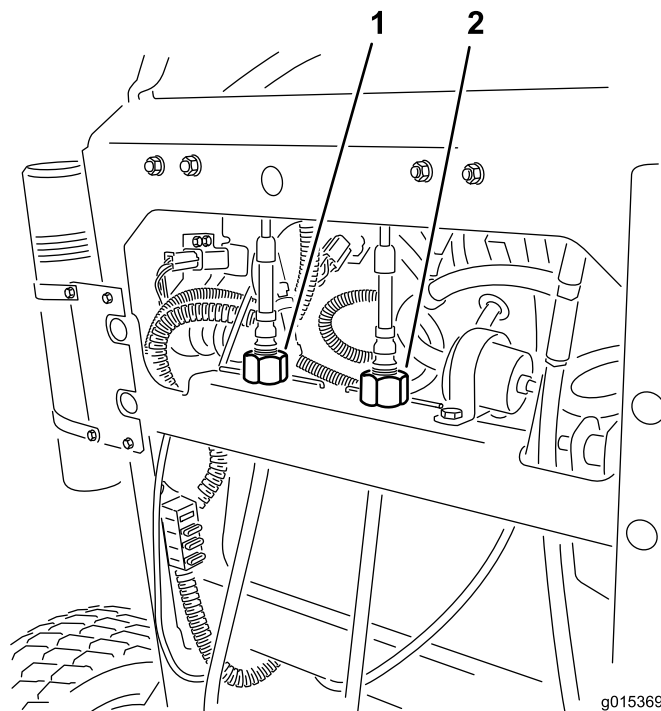

Figure 54
4. Tournez le dispositif de réglage du câble droit pour placer la commande de déplacement droite au centre de la fente de verrouillage au point mort du panneau de commande (Figure 54).